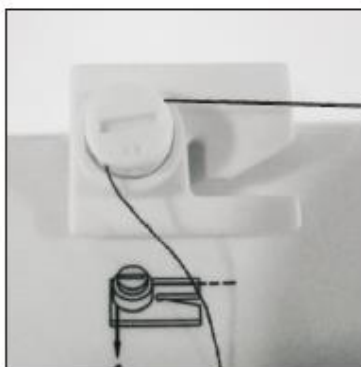

Bild 21
2. För tråden genom trådledarplattan på ovansidan av maskinen (bild 21).